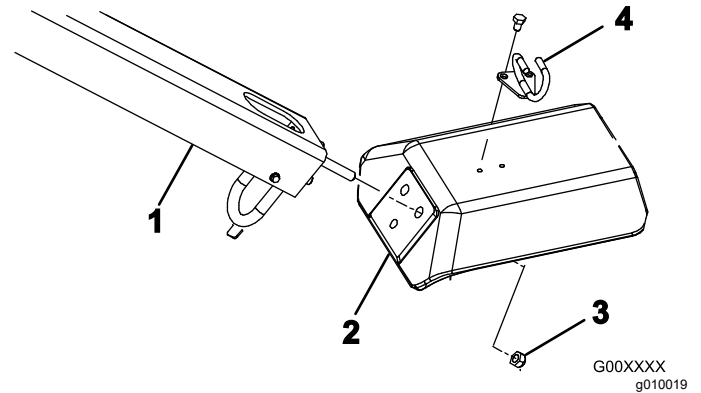

图 4
2. 将手柄安装螺栓插入固定叉的孔中 图 4。
3. 用 3 个锁紧螺母 ½ 英寸将手柄螺栓固定到固定叉上 图 4。
5. 用 2 个螺栓 5/16 x ½ 英寸将线缆导管安装至固定叉 图 4 的顶部。